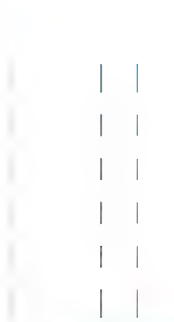

图 4.85 绘制轴线
(1) 将【轴线】图层设置为当前层。
(2) 绘制长度为 $14700(14700 - 3300 \times 4 + 600 + 900)$ mm 的垂直线, 并自左向右依次偏移 5400mm、2100mm、5400mm, 结果如图 4.85 所示。